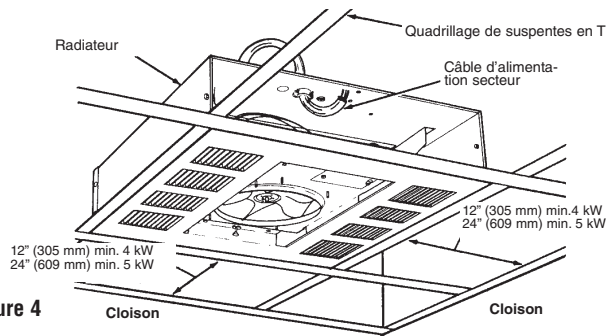

Figure 4
- Positionnez le radiateur dans un quadrillage de suspentes en T (Figure 4) et procédez à la fixation nécessaire. Voyez l'avertissement N° 9.